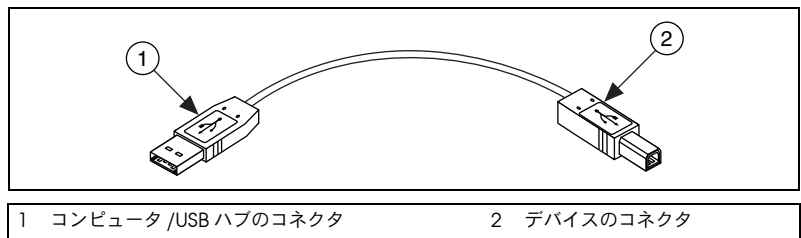

図 7 USB ケーブルおよびコネクタ
1. 図 7 のように、USB ケーブルを、PC のポートまたはその他のハブから、SCXI USB モジュールのポートに接続します。